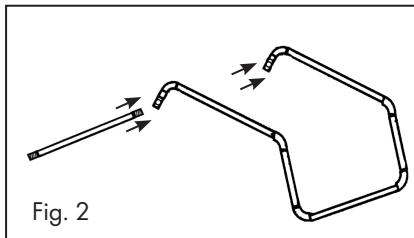

Fig. 2
- Skjut hjulaxeln (2) genom motsvarande hål i den nedre rörramen (1), se fig. 2